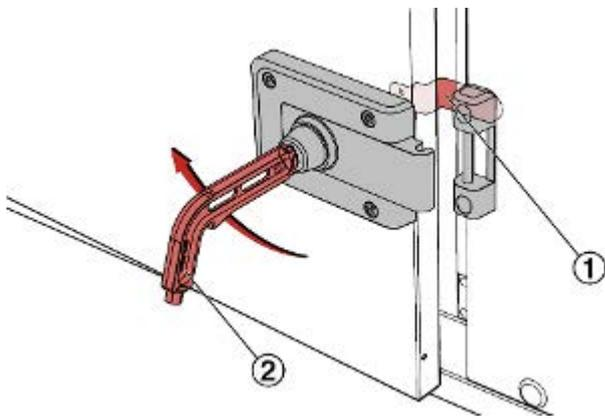

Fig. 14: Soltar el cierre de seguridad
4. ▶ Gire la llave especial TROX o la palanca de mando (Fig. 14 /2) 90° en el sentido de las agujas del reloj.
- ⇒ Esto libera el cierre de seguridad (Fig. 14 /1); la puerta de acceso puede ahora abrirse completamente.